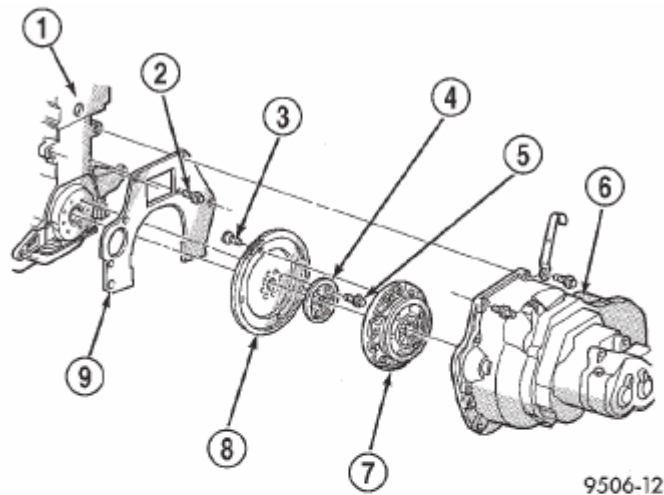

Fig. 8 Componentes del embrague
- (1) Retire el transeje.
- (2) El transeje y el embrague modular salen como un conjunto.
- (3) Retire el conjunto de embrague modular del eje impulsor del transeje (Fig. 8). Manéjelo cuidadosamente para no ensuciar las superficies de fricción.